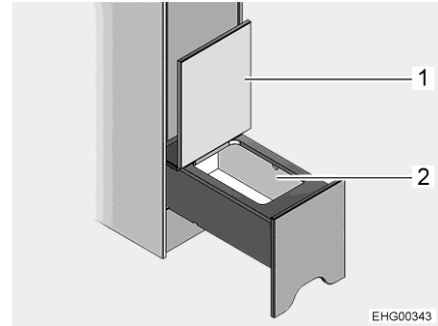

Bild 80 Staufach
- Deckel (Bild 80,1) nach oben klappen. Staufach (Bild 80,2) ist zugänglich.